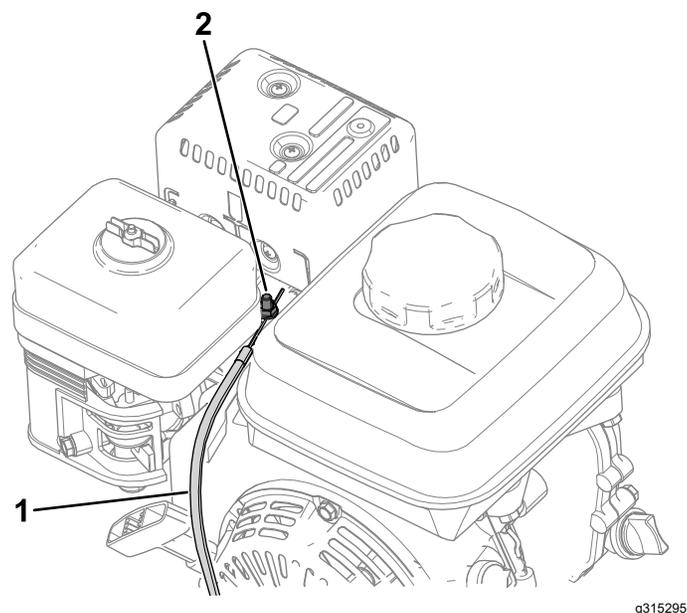

Figure 39
4. Desserrez la vis de serrage de gaine de câble (Figure 39).